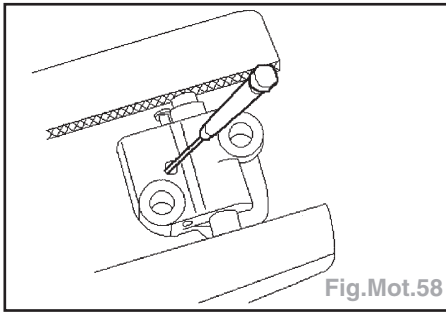

Fig.Mot.58
- Tenir le mécanisme de blocage du rochet de tendeur de chaîne de distribution gauche éloigné de la tige de rochet avec une petite goupille (Fig.Mot.58).
- Tenir le mécanisme de blocage du rochet de tendeur de chaîne de distribution droite éloigné de la tige de rochet avec une petite goupille (Fig.Mot.58).